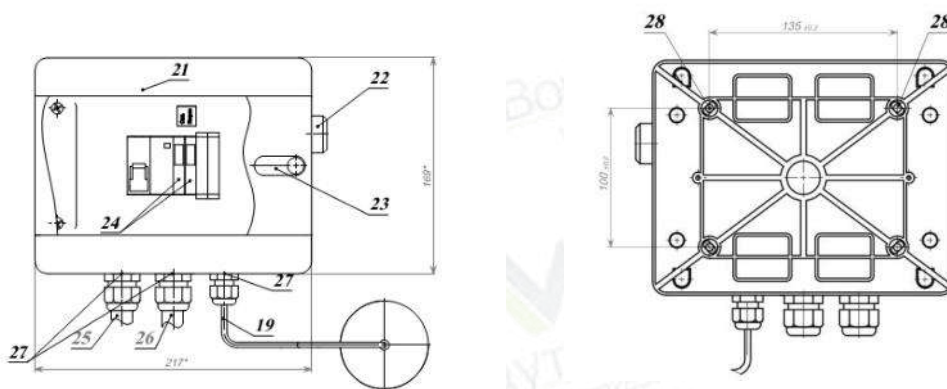

Рисунок 1. Аквадистилляторы электрические ДЭ-М
4.1. Принцип действия аквадистиллятора основан на конденсации отсепарированного пара. Основными частями изделия являются: испаритель 9 с сепараторами 10, конденсатор 8, электронагреватели 11, уравниватель 17, датчик 7 с выключателем бесконтактным 6, основание 15 и электрощит 21 (рис.1). В испарителе вода нагревается электронагревателями до кипения. Образующийся пар поступает через сепараторы в конденсатор, конденсируясь, вытекает в виде дистиллята через ниппель 1. Водопроводная вода непрерывно подается через штуцер 12 в конденсатор и по трубке 5 через уравниватель поступает в испаритель. Испаритель заполняется водой до установленного уровня. По мере выкипания вода будет поступать в испаритель частично, основная же ее часть через отвод 14 будет сливаться в канализацию.
- включение аппарата без установленного датчика 7 (см. рис.1)
- 6.12.1. ДЭ-25М: подключите электрощит 21 к сети 380В переменного тока, через автоматический выключатель, с помощью сетевого кабеля 25 (фазные проводники L1 L2 L3) (см. рис.1), желто-зеленая жила подключается к заземляющему проводнику (PE), а голубая нулевая жила подключается к нулевому рабочему проводнику (N).
- 6.12.2. ДЭ-10М: подключите электрощит 21 к сети 380В переменного тока, через автоматический выключатель, с помощью сетевого кабеля 25 (фазные проводники L1 L3) (см. рис.1), желто-зеленая жила подключается к заземляющему проводнику (PE), а голубая нулевая жила подключается к нулевому рабочему проводнику (N).
- 6.12.3. ДЭ-4М: подключите электрощит 21 к сети 220 В переменного тока через автоматический выключатель с помощью сетевого кабеля 25 (см. рис.1) Жила А - подключается к нулевому проводу,
6.13.2. ДЭ-10М: подсоедините фазные жилы подводящего провода 26 от электрощита к зажимам 2,4, нулевую жилу (голубого цвета) к зажиму перемычки 1-3, а земляную жилу (желто/зеленого цвета) к зажиму «земля» (рис.1; 2.2 и таблицы 3.2.).
6.14.Снимите с датчика 7, подключенного к электрощиту, крышку и проверьте ход поплавка на выключателе бесконтактном 6. Установите крышку на датчик 7. Установите датчик 7 на аквадистиллятор. (см. рис.1)